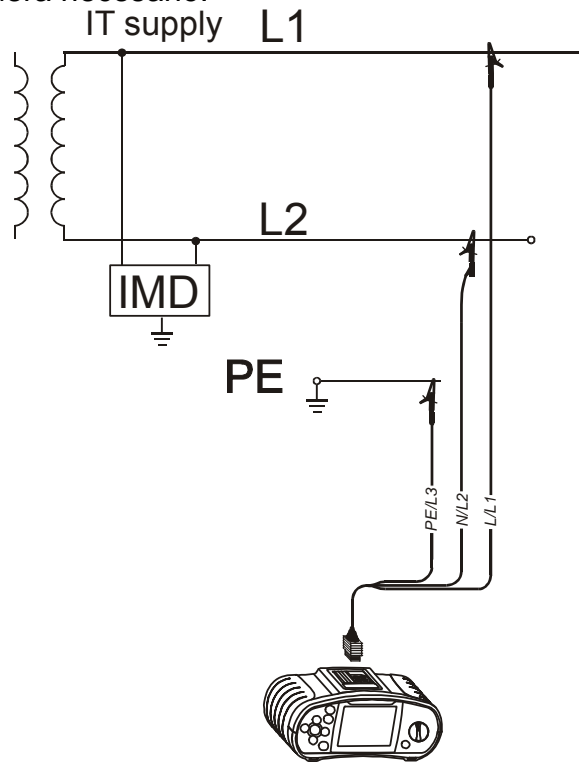

Figura 5.5: Conexión del cable de prueba universal
Paso 3 Conecte el cable de prueba al elemento a medir. Siga el esquema eléctrico que se indica en la figura 5.5. Utilice la función **Ayuda** si fuera necesario.